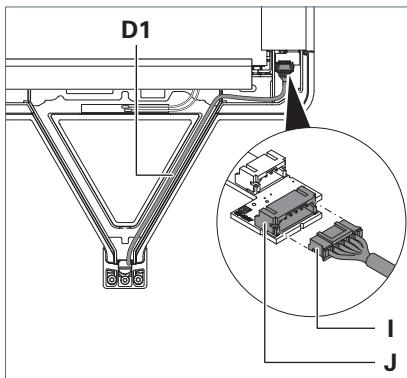

Fig. 5: Brancher le câble de commande.
- ▶ Posez le câble de commande **D1** du bras vertical dans le bras de support de la tête du luminaire, voir Fig. 5.